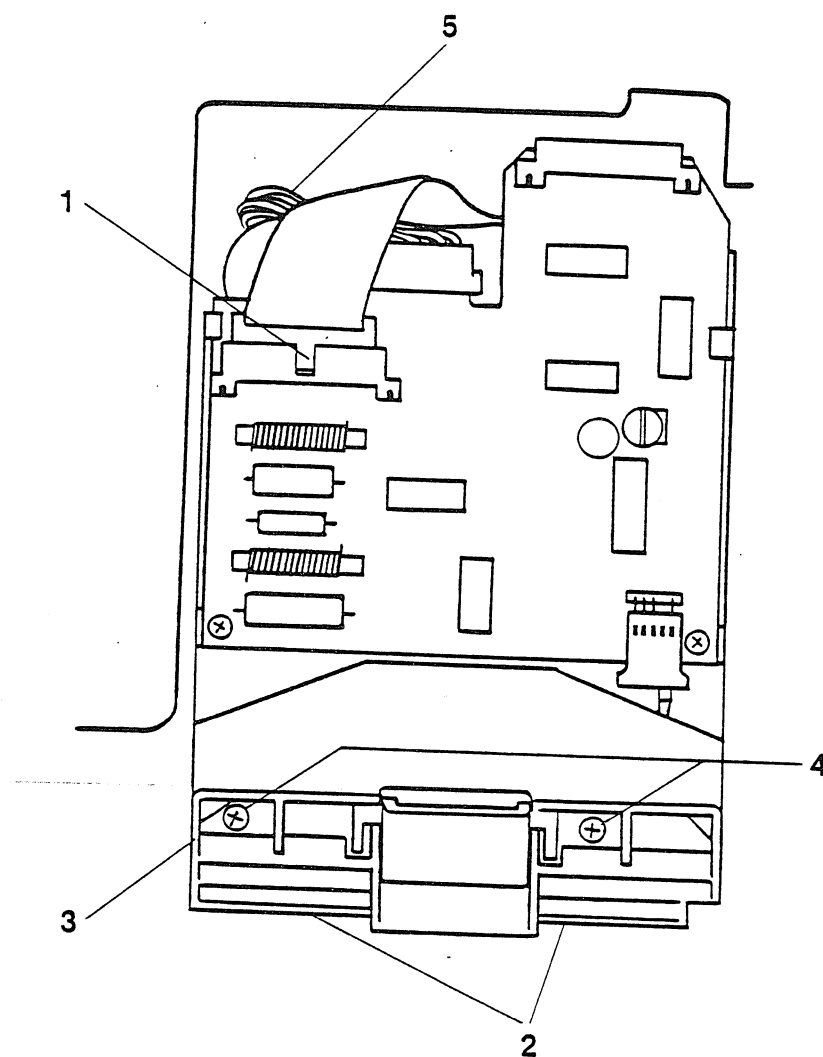

FIGURE 7
3. Avec un crayon, tracer une ligne sur le châssis de l'Apple III le long de l'avant (voir la figure 7, No 2) et du côté gauche (la figure 7, No 3) du panneau de l'unité du lecteur de disque. Cette ligne servira de point de repère de l'emplacement lors de la ré-insertion du lecteur de disque.
4. Desserrer complètement (mais ne pas encore retirer) les deux vis à tête cruciforme qui fixent le lecteur de disque au châssis de l'Apple III. On peut les repérer en regardant d'en haut par le guide avant de la disquette et la porte. (Voir la figure 7, No 4).
5. Desserrer mais ne pas retirer la vis située dans le clip de retenue qui fixe l'arrière du lecteur de disque. (Voir la figure 7, No 5).